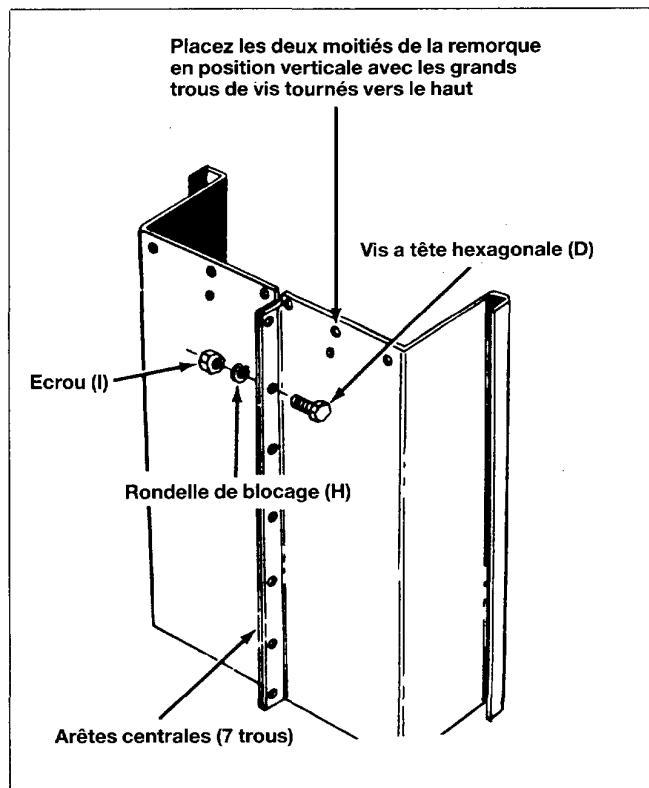

Fig. 3
- Placez les deux côtés de la remorque (P et R) en position horizontale conformément à la figure 3. Attention : les grands trous de vis doivent être tournés vers le haut.
- Installez les vis (D), les rondelles de blocage (H) et les écrous (I) dans l'arête repliée vers le bas sur les côtés de la remorque. Insérez en même temps les 7 vis. Ne les serrez pas. Voir la figure 3 et le rappel ci-dessous.